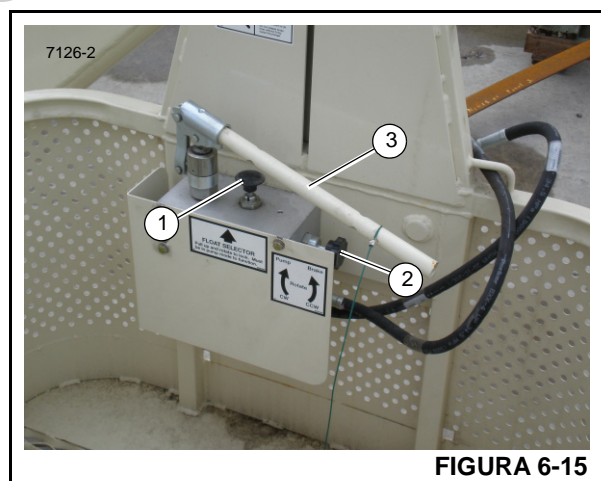

FIGURA 6-15
1. Se o garfo da plataforma for elevado acima do necessário durante a instalação, ele poderá ser abaixado puxando-se *LENTAMENTE* para cima o seletor do flutuador (1, Figura 6-15). Tenha cuidado ao abaixar o garfo dessa forma. Puxar o seletor do flutuador (1) muito para fora com rapidez fará com que o garfo seja abaixado muito rápido.
1. Verifique se o seletor do flutuador (1, Figura 6-15) está na posição elevada/para cima e o seletor do freio (2) está na posição de sentido horário (CW). Isso permite que a plataforma oscile livremente ao ser elevada até o local de trabalho.
- Após a elevação da plataforma até a posição de trabalho, gire o seletor do freio (2, Figura 6-15) para a posição de sentido anti-horário para travar o freio.
Gire o seletor do freio (2, Figura 6-15) para a posição do freio em sentido anti-horário **imediatamente** após levantar o conjunto de garfo até a altura correta (etapa 2 acima). O seletor do freio deve estar na posição *TRAVADA* antes de continuar ou usar a plataforma durante a operação normal.
**NOTA:** A bomba manual da plataforma (3, Figura 6-15) não deve ser utilizada quando o guindaste estiver em operação. A bomba manual deve ser usada *somente* ao instalar o garfo na ponta da lança ou do jib.